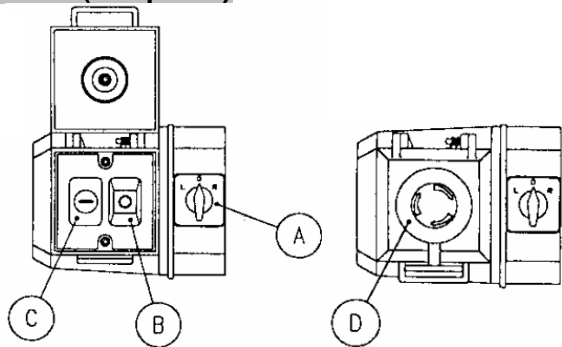

Рис.5
- (а) Прежде чем запустить станок, выберите направление вращения шпинделя, повернув выключатель (А) направо/по часовой стрелке, налево/против часовой стрелки (рис.5)
- (г) В случае аварии нажмите кнопку (D), чтобы остановить работу машины. После устранения неполадки отпустите аварийную кнопку и перезапустите работу станка, нажав кнопку старта (А).